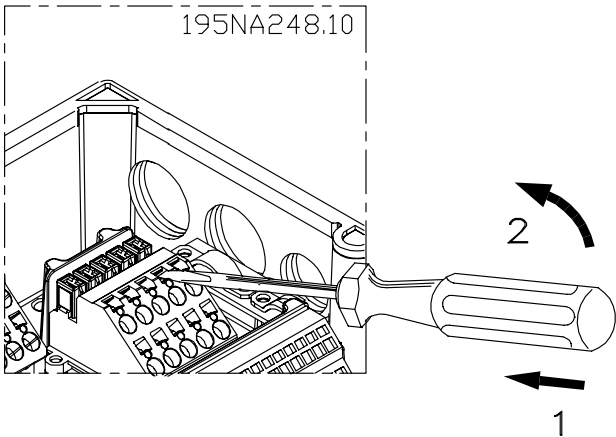

图 4.9 打开端子
1. 将一把小螺丝刀插入触点上方的槽中，从而打开触点，如 图 4.9 所示。